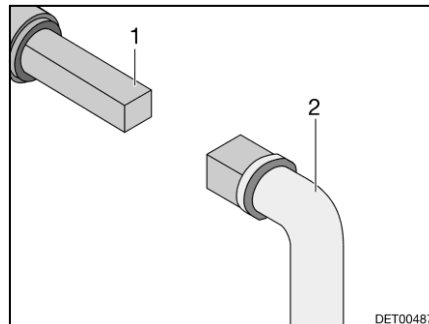

Bild 138 Bedienung Abwasserhahn
- Schlüssel (Bild 138,2) auf Vierkant (Bild 138,1) stecken.